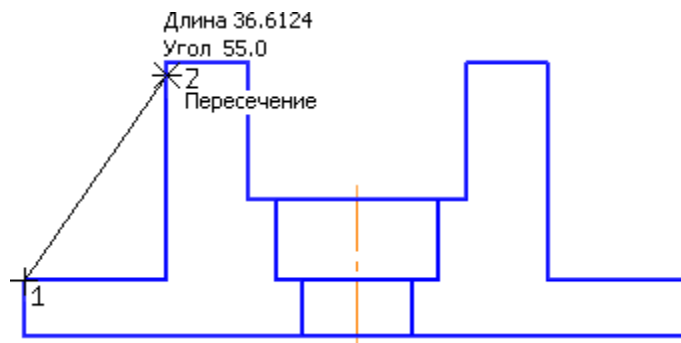

Рисунок 25.
- Перемещайте курсор вправо и вверх до пересечения с вертикальным отрезком. После срабатывания привязки Пересечение зафиксируйте точку щелчком мыши. Информация о параметрах отрезка и привязке отображается рядом с курсором (рис. 25).